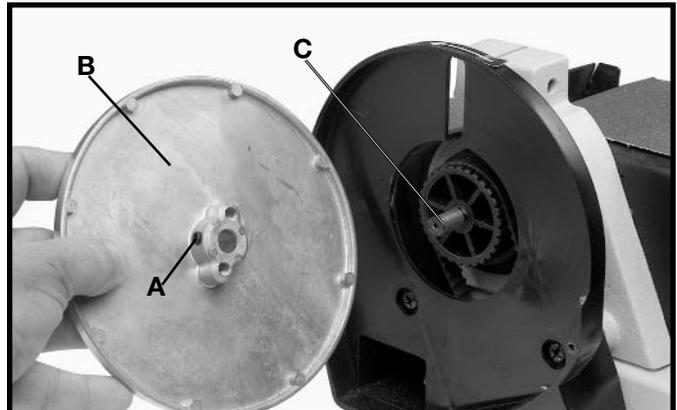

Fig. 7
2. Faites glisser le plateau du disque de ponçage (B) fig. 7, sur l'arbre d'entraînement (C) en vous assurant que le méplat de l'arbre s'aligne avec la vis de pression (A) du moyeu du plateau (B). Faites glisser le plateau (B) sur l'arbre (C) jusqu'à ce que la surface du plateau se trouve presque au ras de l'extrémité de l'arbre (B). L'arbre ne doit pas dépasser de la surface du plateau.